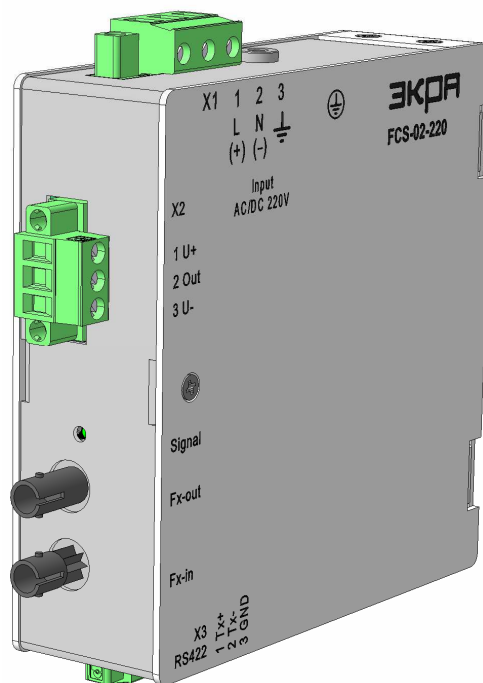

Рисунок 1. Общий вид FCS-02-220.
1.4 Конвертер устанавливается на заземленной конструкции шкафа на DIN рейку задней или боковой стенки или других конструкций в вертикальном положении относительно плоскости с гравировкой названия изделия (разъемом X1 вверх) см. рисунок 1. Для удобства подключения оптических патч-кордов допускается небольшой наклон изделия ($10 \div 15^\circ$ град) в любую сторону. Место установки конвертера по отношению к терминалу не критично и определяется на усмотрение проектировщика.